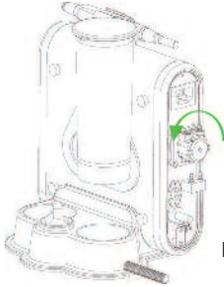

Figura 7.3.2
2. Girare leggermente il gruppo pompa in senso antiorario, di circa 30° quindi estrarre il gruppo pompa usato, completo di tubature. (Figura 7.3.2).